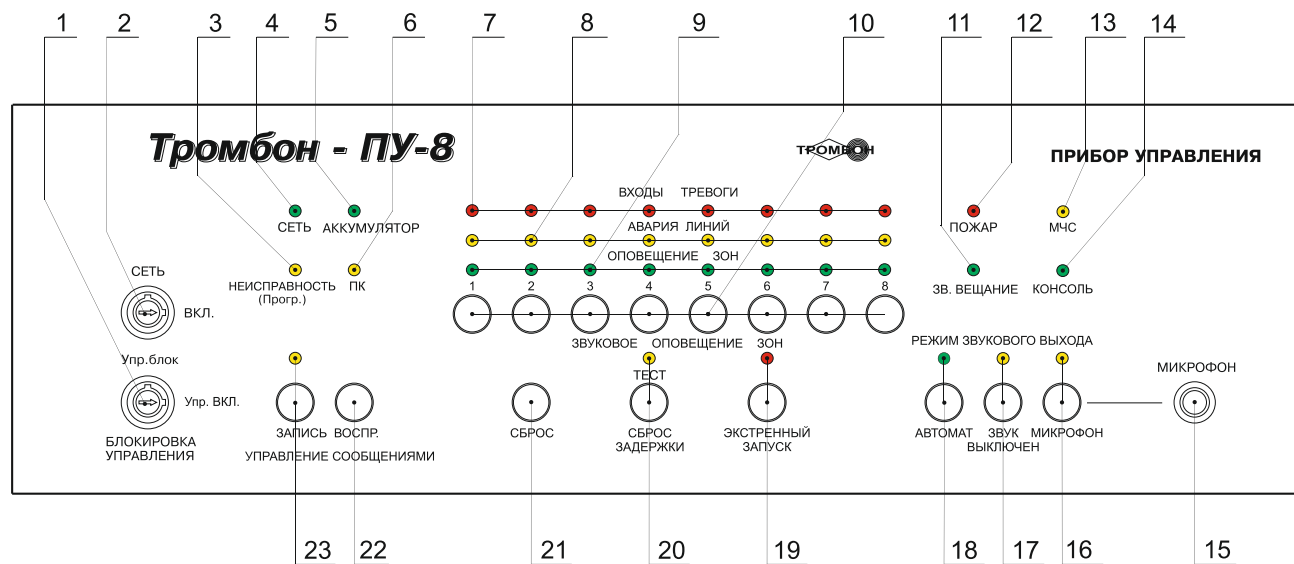

Рис. 1. Внешний вид ПУ «Тромбон – ПУ-8» и расположение органов управления и индикации.
Входы пожарной сигнализации прибора «Тромбон – ПУ-8» реагируют на замыкание контактов на выходе ППКП. Для управления оповещением в автоматическом режиме к этим входам необходимо подключить столько выходов ППКП, сколько имеется зон оповещения. При получении от ППКП командного сигнала на любой из входов, Прибор зажигает на передней панели индикатор, соответствующие номеру тревожной зоны и индикатор «Пожар» (рис.1 поз. 7, 12).
4. Любые другие значения сопротивления линии связи, воспринимаются Прибором как авария линии связи с ППКП. На передней панели Прибора загораются индикаторы «АВАРИЯ ЛИНИЙ», соответствующий номеру неисправной линии «НЕИСПРАВНОСТЬ» (рис. 1, поз. 3, 8), а также включается реле на выходе «Авария» и периодически раздается звук зуммера.
Вход в режим «Тест» возможен только в дежурном режиме работы ПУ. Для входа в режим «Тест» необходимо нажать и удерживать в течение 5 секунд кнопку «Тест» (рис. 1, поз. 20).
сигнализации, входа МЧС и контроль линий связи с оповещателями. В «Дежурном режиме» на передней панели Прибора горят индикаторы «СЕТЬ», «АККУМУЛЯТОР» и «АВТОМАТ» (рис. 1, поз. 4, 5, 18).